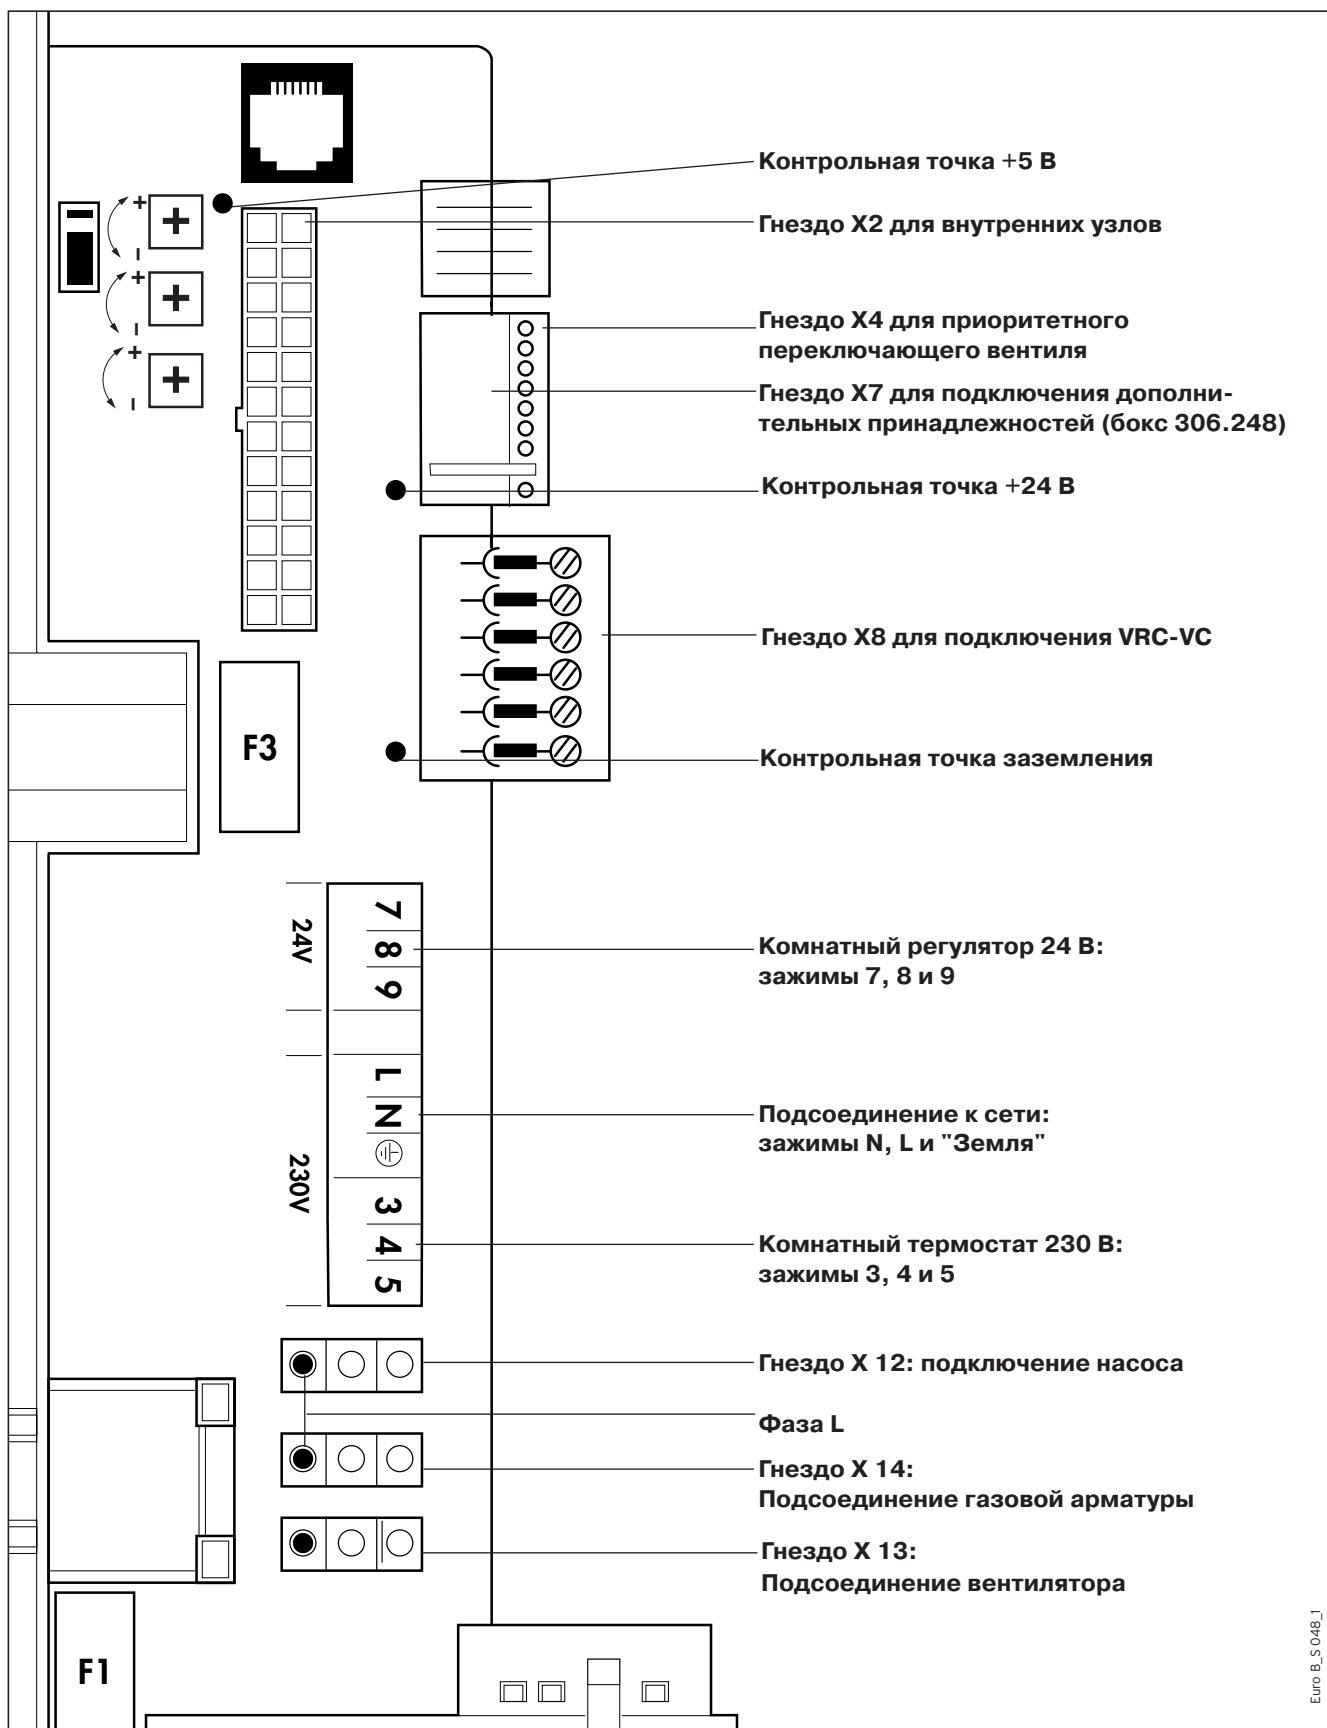

Рис. 3.14 Схема электрических соединений
- Присоедините жилы сетевого кабеля N, L и "Земля" к соответствующим зажимам платы (см. рис. 3.14).
- При необходимости подключите подобным же образом показанные на рис. 3.14, дополнительные принадлежности.